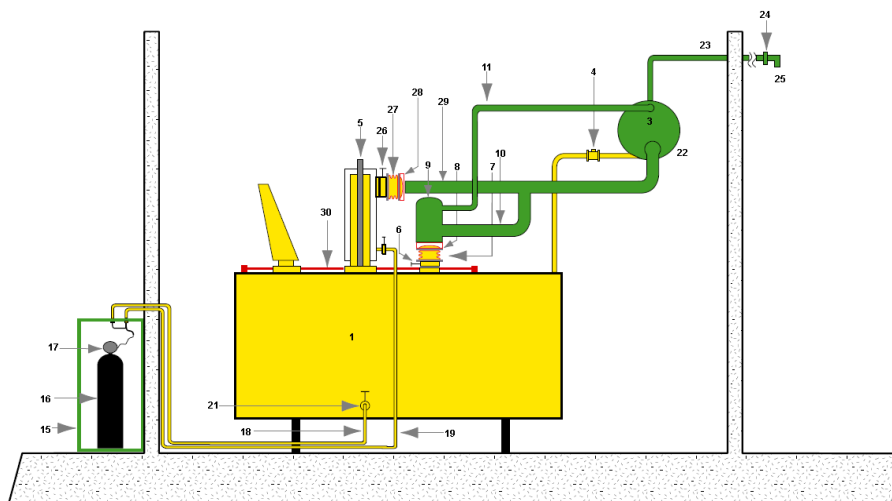

Рис. 3. Система TRANSFORMER PROTECTOR, тип TPB
- **Тип ТРВ**, **рис. 3**, предназначен для трансформаторов от 0,1 МВА до 1000 МВА и выше, устанавливаемых внутри помещений или вне помещений. В данном типе, в случае короткого замыкания внутри трансформатора, депрессюризацию обеспечивают модули депрессюризации трансформатора и МКМ (поз. 6-9 и 26-28). Выбрасываемая смесь масла и газов направляется в бак отделения масла и газов (поз. 22). Газы вытесняются через трубу для отвода взрывоопасных газов (поз. 23) за пределы здания или в отдаленное место, где они могут сгорать, не представляя опасности. Клапан отсечки воздуха (поз. 24) установлен на конце трубы для отвода взрывоопасных газов (поз. 23), чтобы не допустить проникновение воздуха в бак отделения масла и газов (поз. 22) или в бак трансформатора.